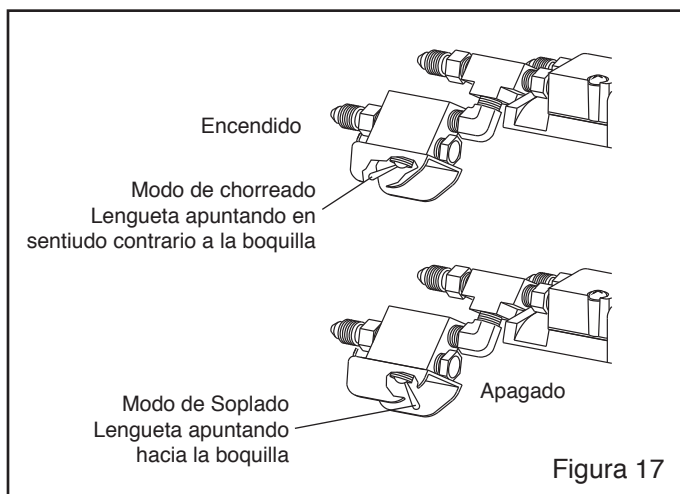

Figura 17
4.6 Operación del Suiche de Corte de Abrasivo (ACS), Refiérase a la Figura 17.